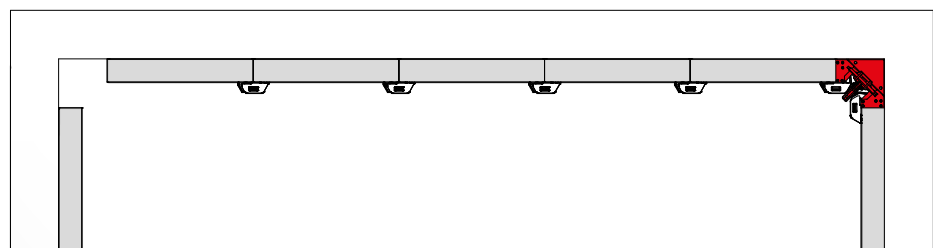

Abb. 39.3
3. ST-Ausschalecke nach oben weg ziehen und Elemente ausschalen (Abb. 39.3).